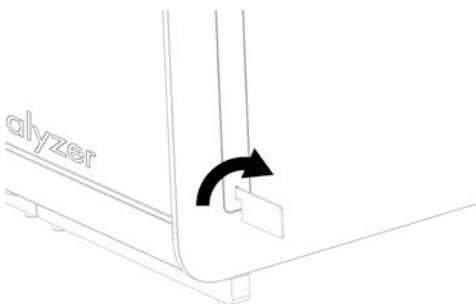

Рис. 5. Удаление защитных накладок.
2. Удалите защитные накладки с боковой стороны аналитического модуля с помощью инструмента для снятия защитных накладок, входящего в комплект поставки QIAstat-Dx Analyzer 1.0 (рис. 5).